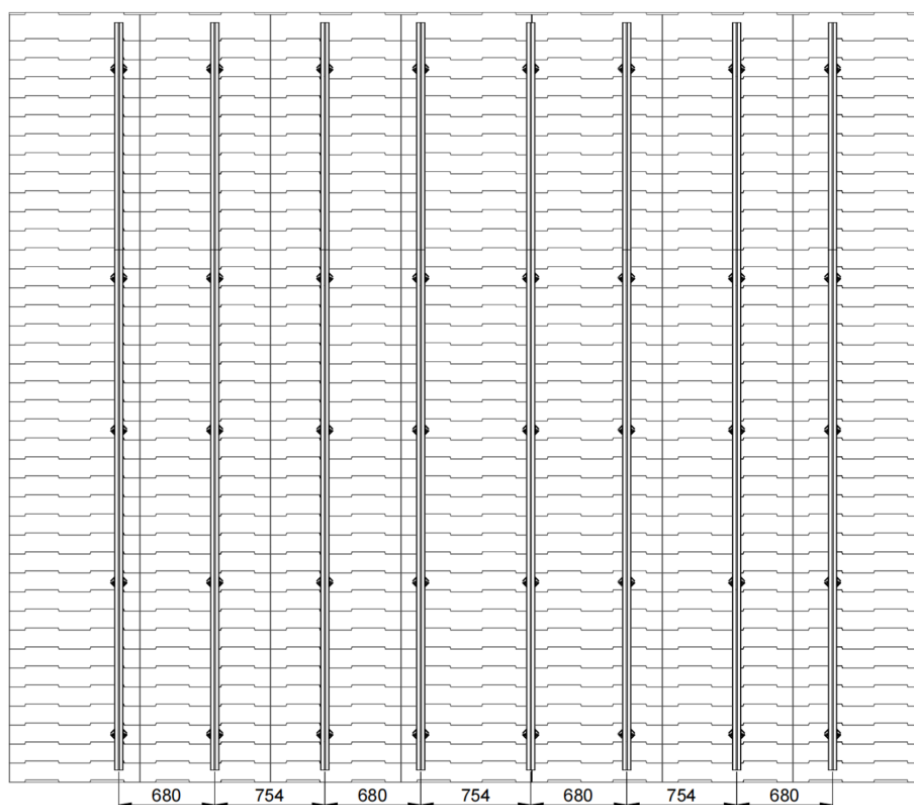

図 1
- 設計施工図面にに基づき、レール配置計画を確定し、メジャーと水準器を用いて屋根面にレール中心線の位置を標示する。レールの設置間隔は、上表の基準を満たすこと。設置の際は、図 1 を参考にレールの間隔を設定すること。また、レール間の間隔は ±5mm の公差内に収まるようにすること。レールと屋根